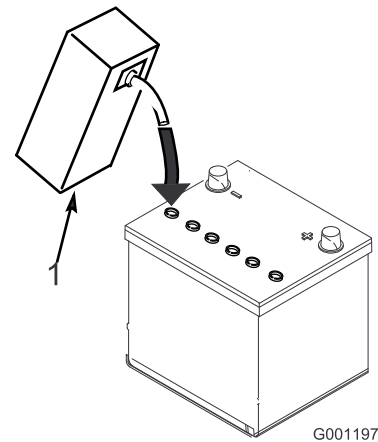

Figura 10
3. Llene cuidadosamente cada celda con electrolito hasta que las placas estén cubiertas de 6 mm aproximadamente de fluido (Figura 10).
Nota: Añada electrolito según sea necesario para que el electrolito llegue a un nivel de 6 mm del fondo del hueco de llenado (Figura 10).